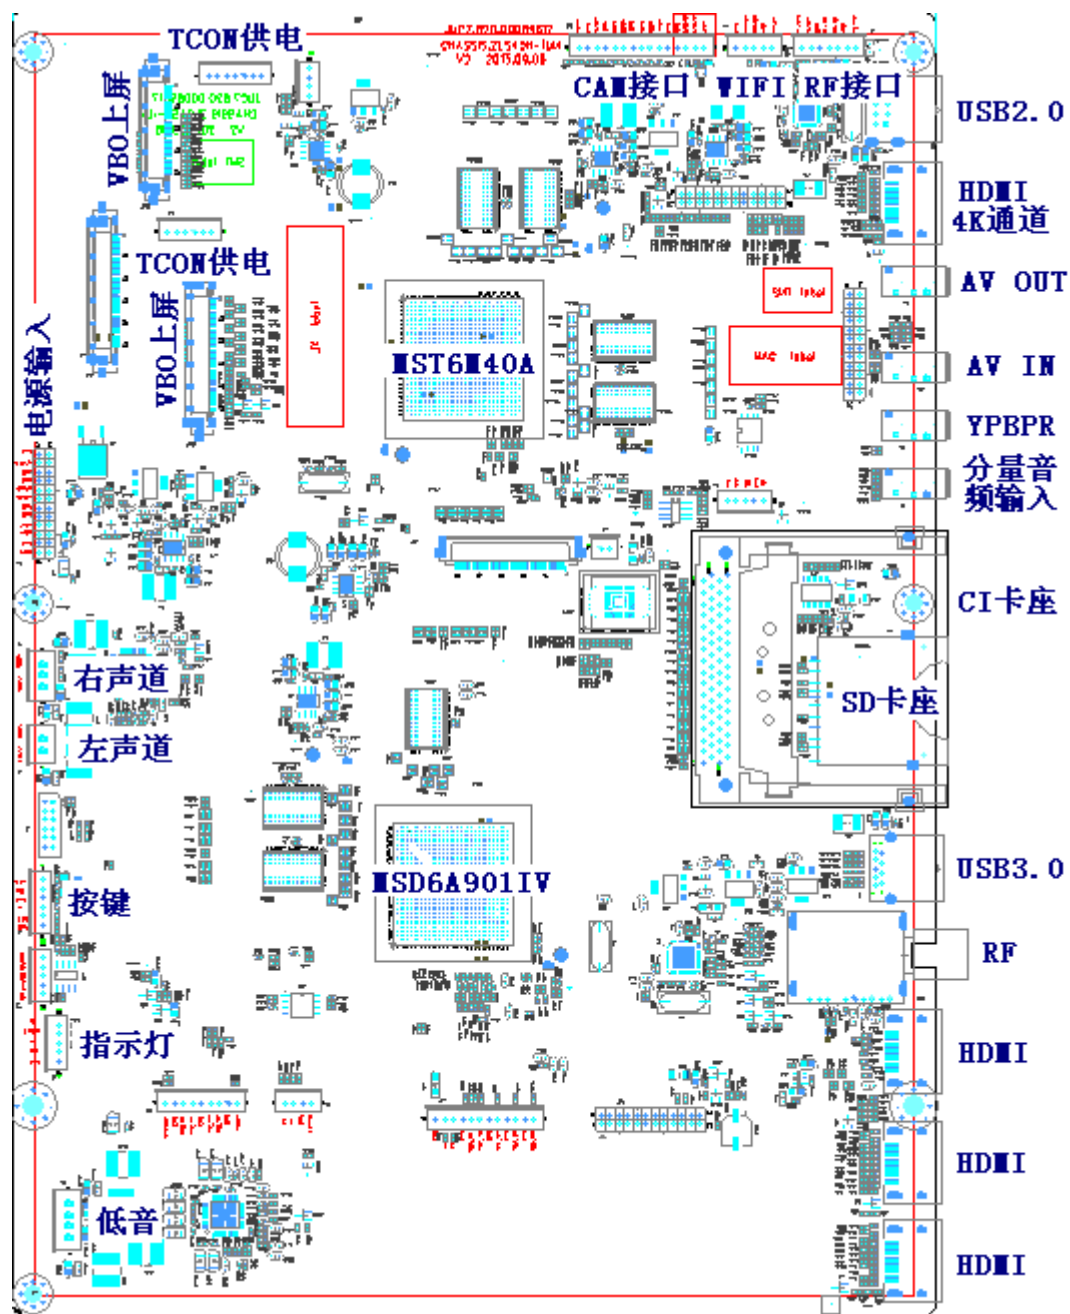

图 3 ZLS45H-IUM 机芯（C9000）主板布局示意图
3、UD85C9000i、3D75C9000i 的主板印制板布局及主要元器件位置示意图 3。